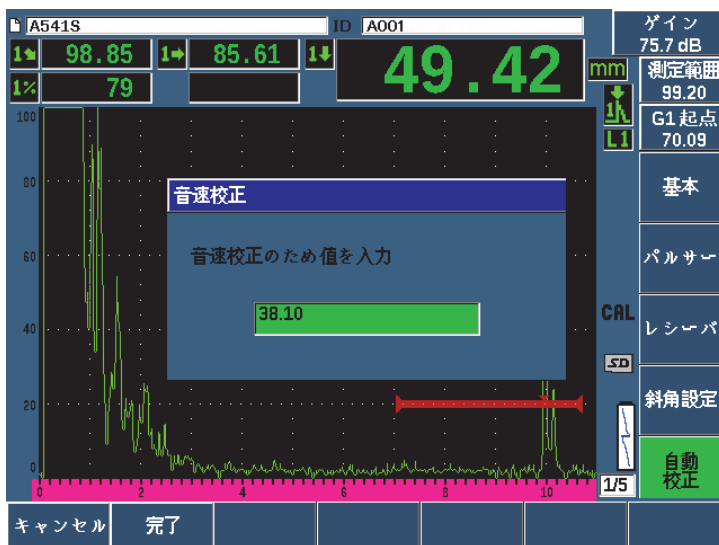

図 9-29 音速校正厚さ値の入力
11. 音速校正ダイアログボックスの値をゲート設定されたエコーからのすでに分っている厚さと適合するように調整します (194 ページの図 9-29 参照)。